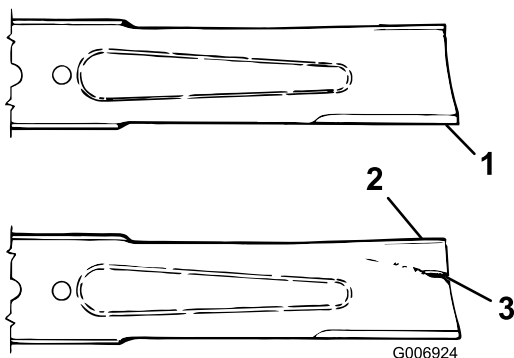

Figura 66
3. Examine cuidadosamente los extremos de corte de la cuchilla, sobre todo en el punto de reunión entre la parte plana y la parte curva de la cuchilla (Figura 66).
4. Si se aprecia desgaste (Figura 66), cambie la cuchilla; consulte Mantenimiento del plano de la cuchilla (página 54).